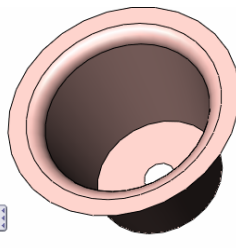

图 7-101 花盆及其 FeatureManager 设计树
② 添加颜色。单击属性管理器中的“确定”图标按钮，设置花盆的外观属性。花盆模型及其 FeatureManager 设计树如图 7-101 所示。